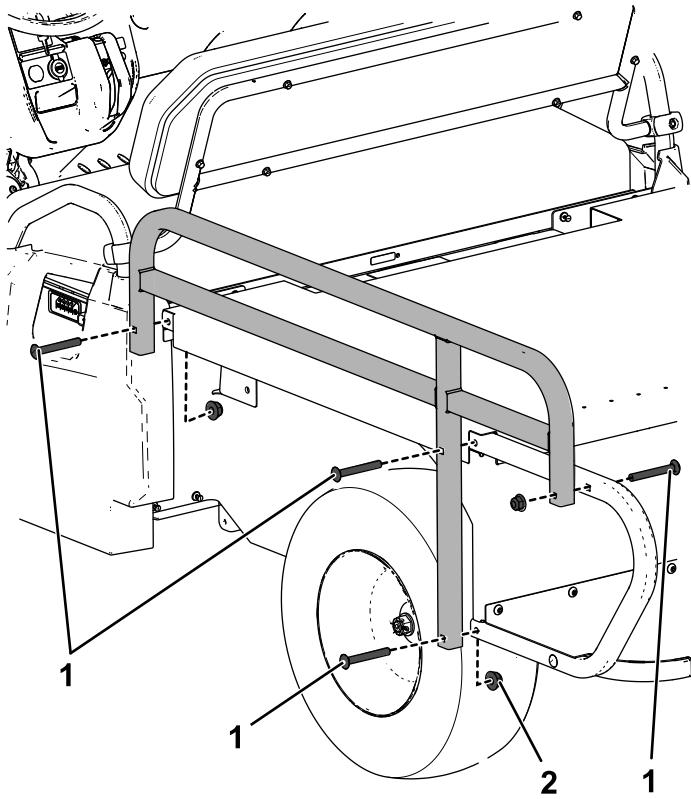

图9
8. 如图9 所示，用 8 个托架螺栓（ $\frac{3}{8} \times 3$ 英寸）和 8 个六角头螺母（ $\frac{3}{8}$ 英寸）将侧轨安装到平板组件。